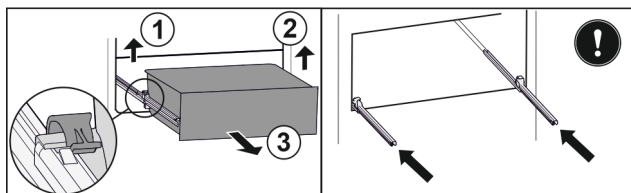

Fig. 113
- Ngrini lart kapësen e majtë dhe në të njëjtën kohë tërhiqni nga përpara sirtarin e majta. *Fig. 113 (1)*
- Ngrini lart kapësen e djathtë dhe në të njëjtën kohë tërhiqni nga përpara sirtarin nga e djathta. *Fig. 113 (2)*
- Hiqeni sirtarin nga përpara. *Fig. 113 (3)*